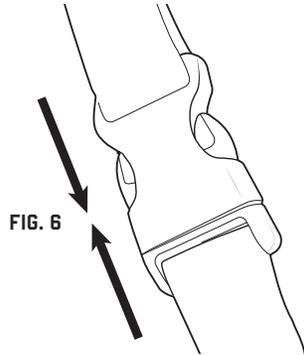

FIG. 6
1. Connect the large male and female buckles to the barcode scanner sling lanyard. [fig. 6]
1. Conecte las hebillas macho y hembra grandes al cordón de seguridad tipo bandolera del escáner [fig. 6].
1. Clipsez ensemble les gros fermoirs mâle et femelle de la bandoulière de lecteur de codes-barres. [fig. 6]